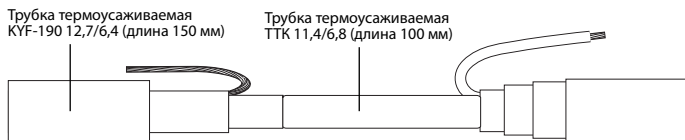

Рис. 19
7.6. Надвинуть термоусаживаемую трубку ТТК 11,4/6,8 (длина 100 мм) на полученное соединение и термоусадить ее воздушным термопистолетом при температуре +350 °С в течении 2 мин. (рис. 19)